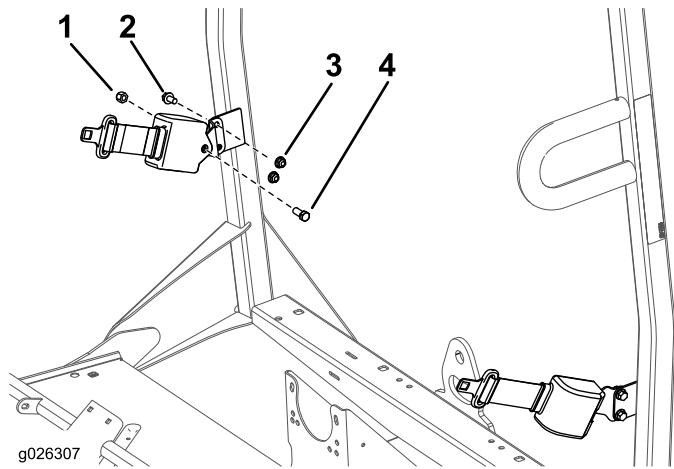

Bild 7
- Befestigen Sie eine Sicherheitsgurt-Ankerhalterung mit zwei Schrauben (3/8") und zwei Muttern (3/8") an jeder Überrollsitzschutznase, siehe Bild 7.
- Befestigen Sie das zurückziehbare Ende jedes Sicherheitsgurts mit einer Schraube (7/16") und Mutter (7/16") an jeder Sicherheitsgurt-Ankerhalterung (Bild 7).